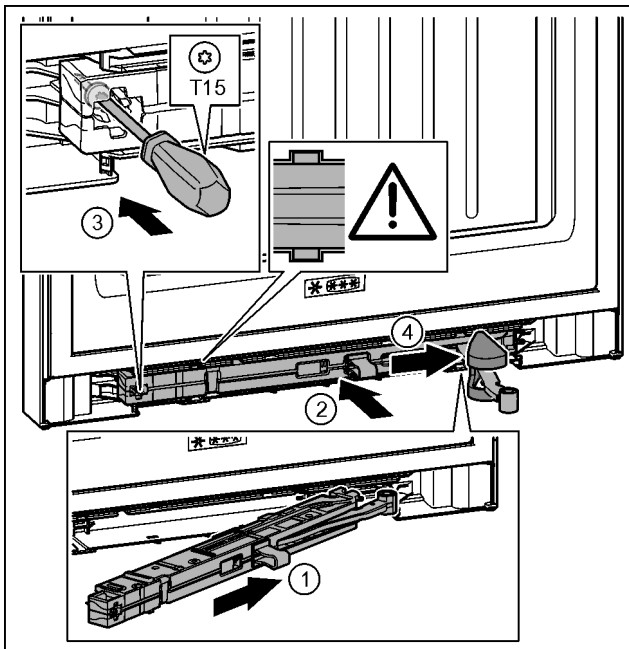

Fig. 45
- ▶ Під нахилом просуньте демпферний вузол з боку опорного кронштейна в отвір до упору. Fig. 45 (1)
- ▶ Повністю вставте демпферний вузол в отвір. Fig. 45 (2)
- ▶ Закрутіть гвинт за допомогою викрутки T15. Fig. 45 (3)
- ▶ Просуньте кришку через шарнір. Fig. 45 (4)